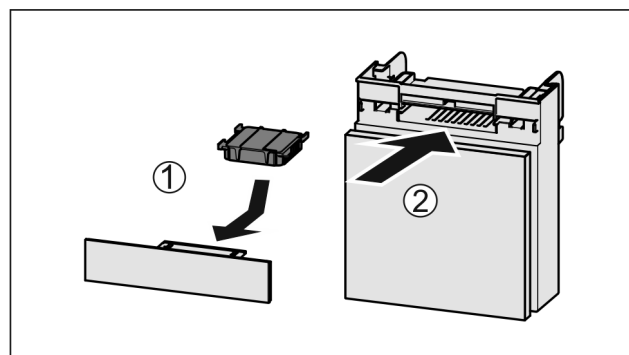

Fig. 99
- ▶ Установите фильтр с активированным углем, как показано на рисунке Fig. 99 (1).
- ▶ Вставьте отделение Fig. 99 (2).